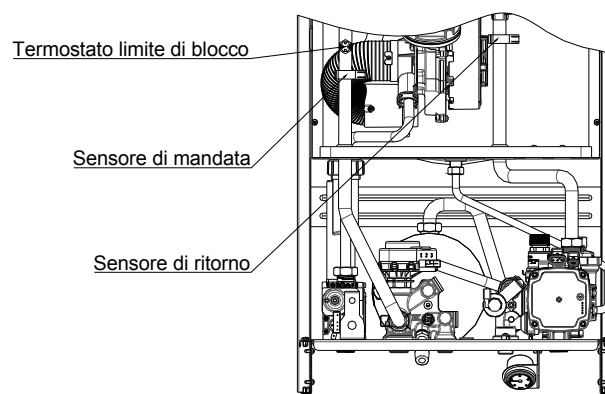

Fig. 35
7.10 SOSTITUZIONE SENSORI RISCALDAMENTO (Fig. 35)
7.11 SOSTITUZIONE TERMOSTATO LIMITE (Fig. 35)